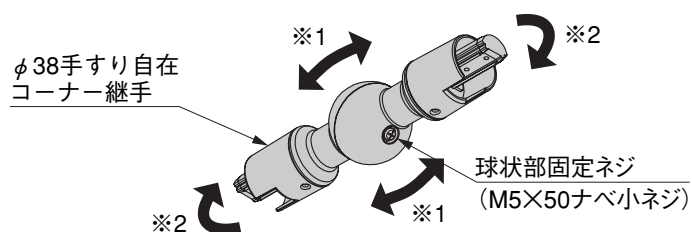

図2-5
- 1 φ38手すり自在コーナー継手の「球状部固定ネジ」をゆるめてください。（図2-5参照）